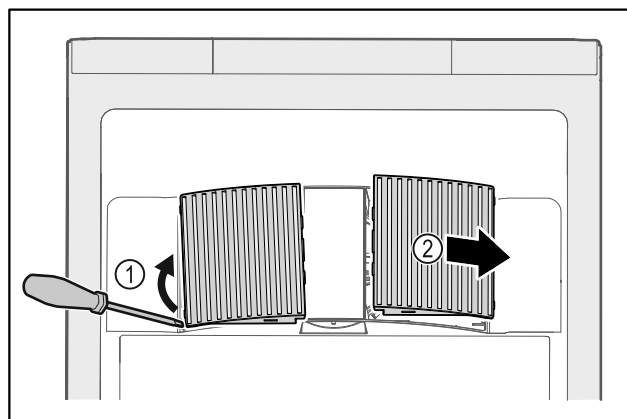

Fig. 46
- ▶ Осторожно подденьте крышки вентилятора сбоку Fig. 46 (1) и снимите их движением вперед Fig. 46 (2).